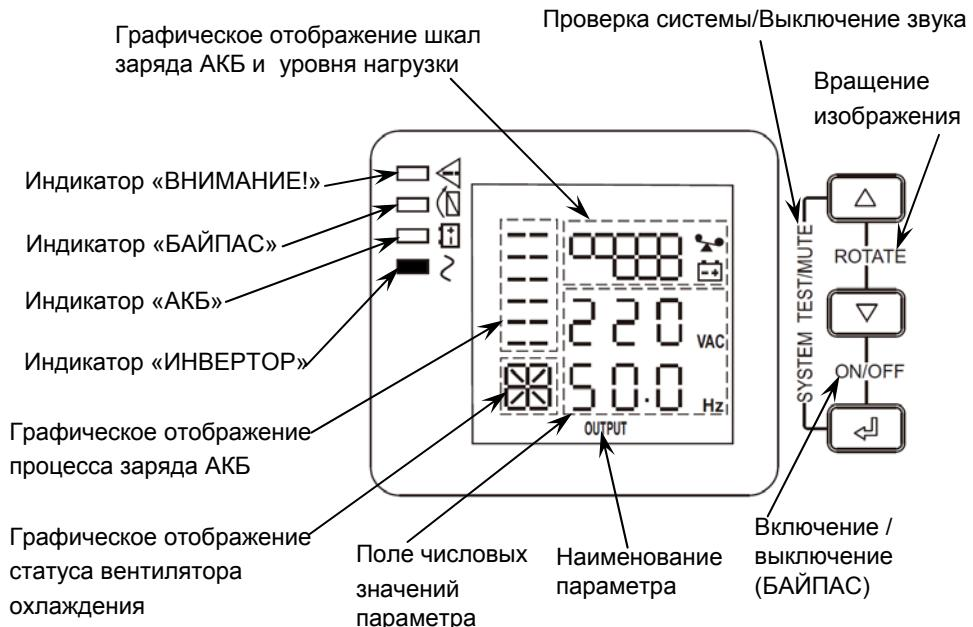

Рисунок 3. Передняя панель изделия при монтаже в горизонтальном положении (на ЖК-дисплее отображены выходные параметры изделия (параметр OUTPUT))
**На ЖК—дисплее** отображаются значения основных параметров изделия (см. рисунок 3).
- ↘ При наличии напряжения питающей сети в пределах допустимого диапазона (см. п.1...п.3 таблицы 1) изделие питает нагрузки и осуществляет заряд АКБ. На ЖК-дисплее отображается величина выходного напряжения и значение его частоты (см. рисунок 3).